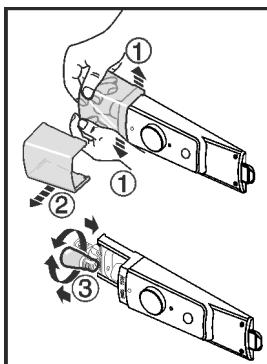

Fig. 10
- Натиснете навън капака на лампата в предната част отвътре съгласно фигурата Fig. 10 (1) и го изтеглете настрани Fig. 10 (2).
► Сменете лампата. Fig. 10 (3)